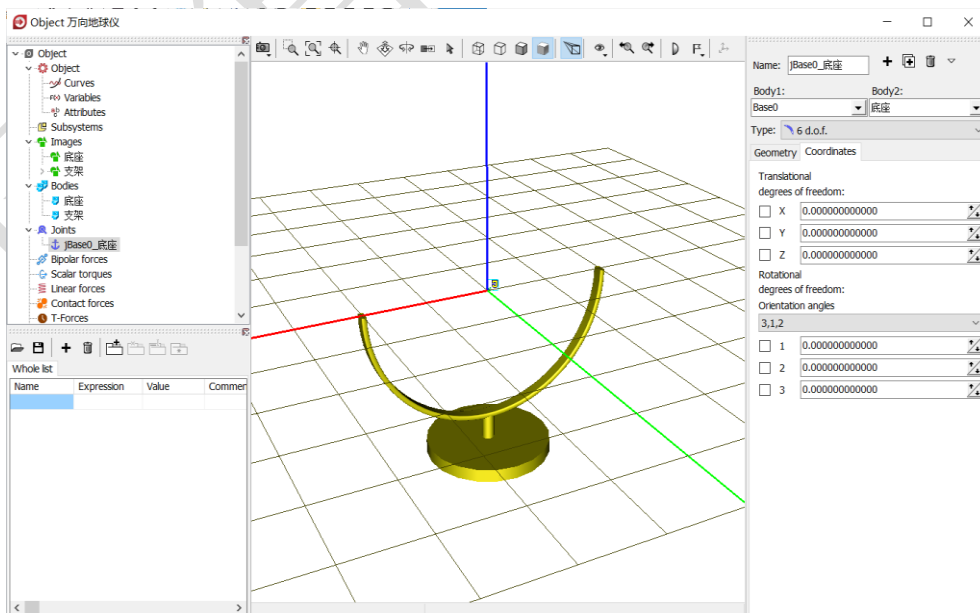

图 2-21
- 6) 选中左侧模型树中的 **Joints**，右侧交互界面默认显示铰 **jBase0_底座** 的参数，如图 2-21，然后在交互界面点击按钮 **+**。